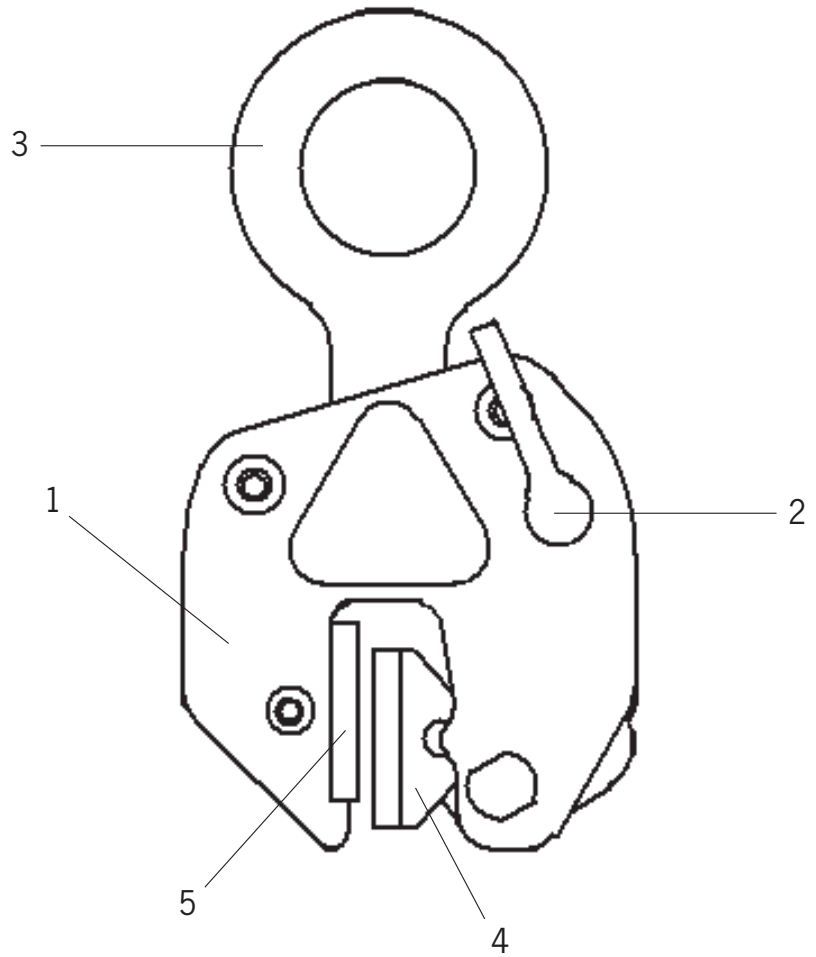

Fig. 5
- Compruebe si la mordaza de agarre fija (Fig. 5) está desgastada o tiene defectos. Ambas mordazas deben tener la superficie de contacto limpia.
- Compruebe el muelle (Fig. 5). Cuando la palanca está en la posición "Cerrado", el muelle debe ejercer presión cuando la anilla de suspensión es presionada.
En la posición de la palanca "ABIERTO", la mordaza de apriete queda bloqueada en la posición abierta. En esta posición, empuje la garra en la carga hasta que ésta haya entrado completamente en la boca de la garra. Cambiando la palanca a la posición "CERRADO", la mordaza de apriete es liberada. La mordaza de apriete queda firmemente sujeta contra la carga por la fuerza de presión que ejerce el muelle. Esto asegura que la garra permanecerá sujeta a la carga como resultado de la fuerza de presión del muelle también sin que haya fuerza de tracción. La carga puede ser ahora elevada y transportada (Fig. 5). Al final de la operación de transporte, el sistema de suspensión (por ejemplo el gancho, grillete, etc.) debe ser bajado hasta que la garra esté sin carga completamente y/o la anilla de suspensión se pueda mover con total libertad. La palanca puede ser ahora colocada de nuevo en la posición "ABIERTO" y la garra puede retirarse de la carga.